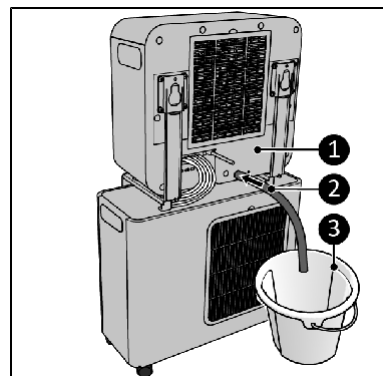

Figura 11
6. Ligar o tubo de saída de água de condensação (figura 11, n.º 2) à parte de trás da unidade interior (figura 11, n.º 1).
7. Orientar o tubo para um recipiente como, por exemplo, um balde (figura 11, n.º 3).
2. Ligar o tubo de saída de água de condensação (figura 11, n.º 2) à parte de trás da unidade interior e orientar o tubo para um recipiente como, por exemplo, um balde (figura 11, n.º 3).